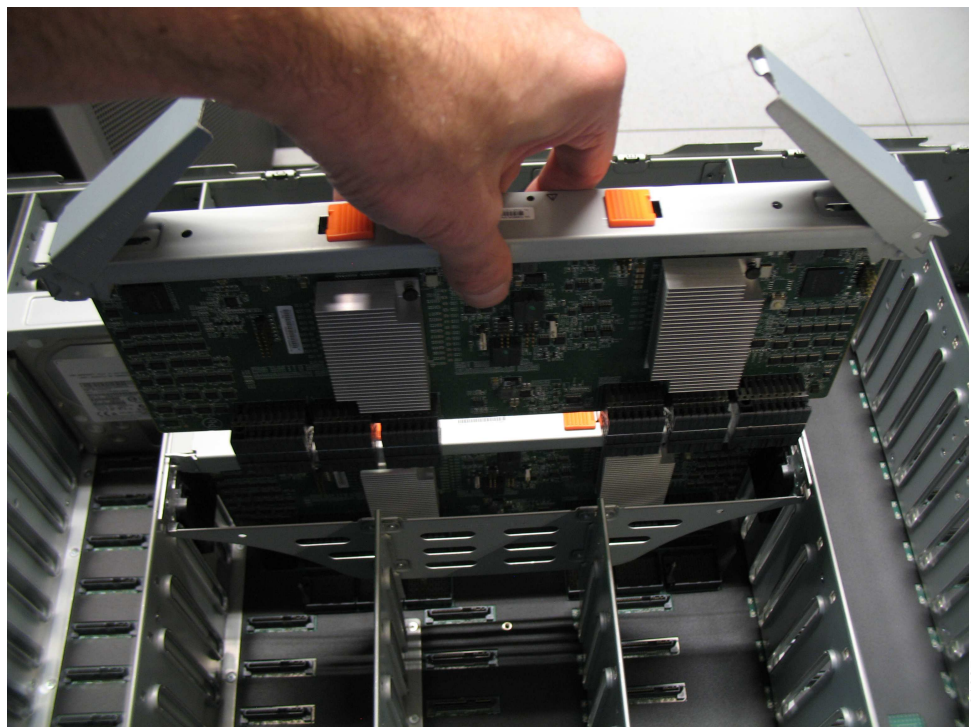

図 115. 2 次拡張機構モジュールの取り外し
4. 136 ページの図 115 に示すように、2 次拡張機構モジュールを注意深く持ち上げてエンクロージャから取り出します。